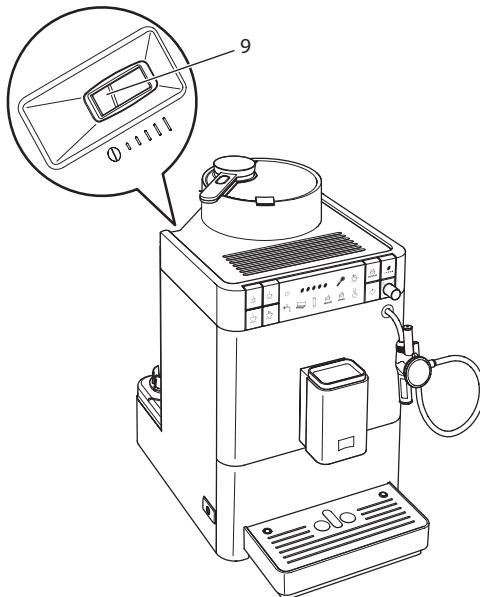

Fig. 14 : Levier de réglage de la finesse de la mouture (Caffeo® Varianza® CS)
- » Le levier « Réglage de la mouture » (9) apparaît sur le corps de l'appareil.
2. Placer le levier vers la gauche ou la droite comme illustré à la Fig. 14.